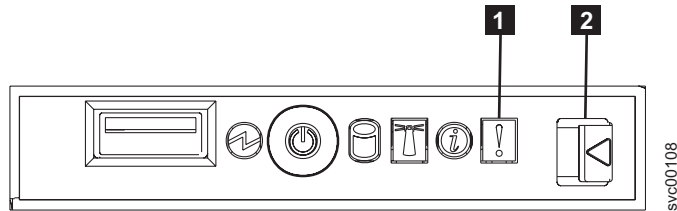

図 158. SAN ボリューム・コントローラー 2145-8F4 オペレーター情報パネル
5. オペレーター情報パネル 解放ラッチ (図 158 の **2**) を押して、オペレーター情報パネル を SAN ボリューム・コントローラー 2145-8F2 からスライドさせます。